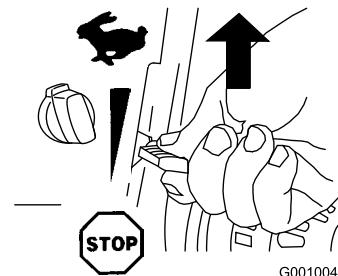

Figura 21
2. Mettete l'acceleratore in posizione Fast (Figura 21).